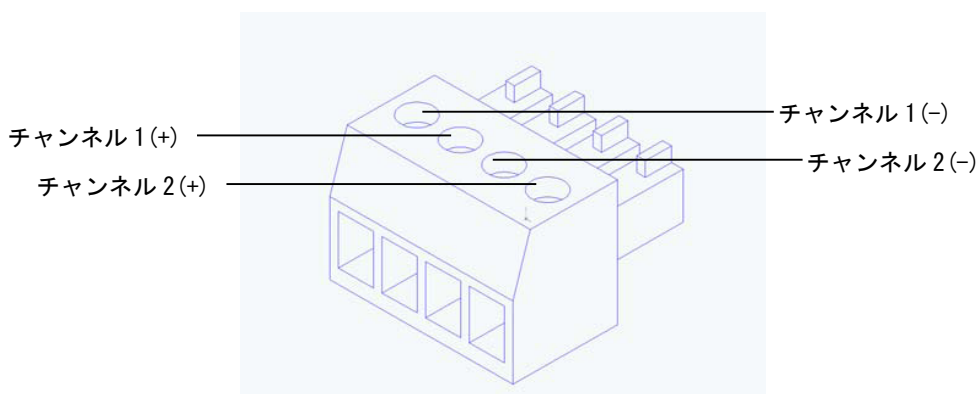

図 3-2 4~20mA コネクターのヘッダー部分
- 3) 4~20mA 出力ケーブルを図 3-2 に示すようにコネクターのヘッダー部分に接続します。